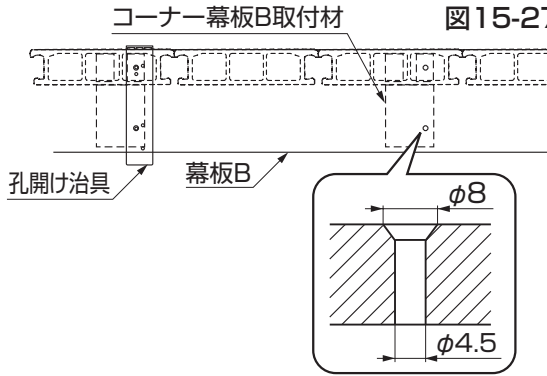

図15-29 幕板の孔あけ
- ④孔開け治具を使って、コーナー幕板B取付材が付いている部分に、φ4.5の下孔とφ8のサラ取りを幕板Bにしてください。(図15-29参照)
- ⑤幕板Bを正面幕板B取付材(床板固定用)に、φ4×25サラドリルネジで固定してください。
- ⑥幕板Bをコーナー幕板B取付材に、φ4×25サラドリルネジで固定してください。
- ⑦幕板Bフリーコーナーキャップを幕板Bフリーコーナー部に当てて、幕板Bにφ2.5の下孔をあけてください。
- ⑧幕板Bフリーコーナーキャップを幕板Bに、φ4×14サラタップピン1種で取付けてください。
(5) R納まりの場合